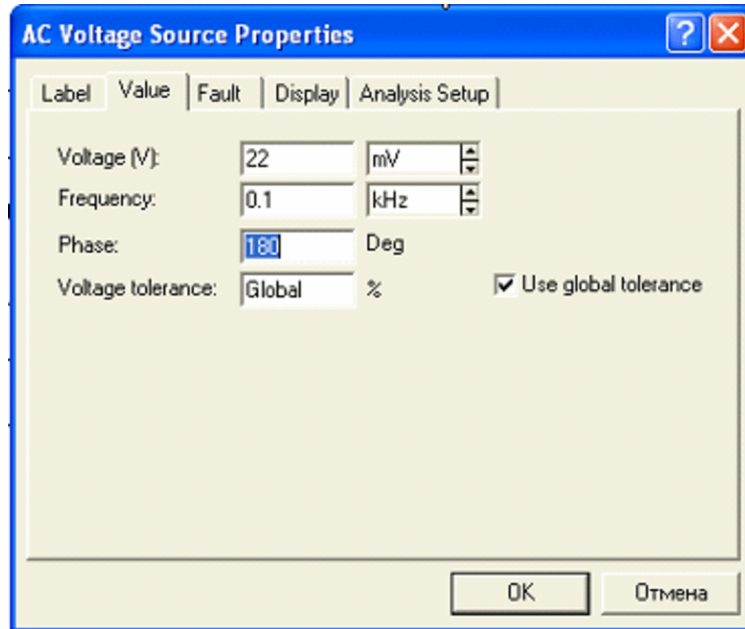

Рисунок 11 – Свойства источника переменного напряжения.
10. Изменить фазу одного из сигналов. Для этого в диалоговом окне AC VoltageSourceProperties (Свойства источника переменного напряжения) установите фазу (Phase) сигнала 180о (см. рисунок 11).